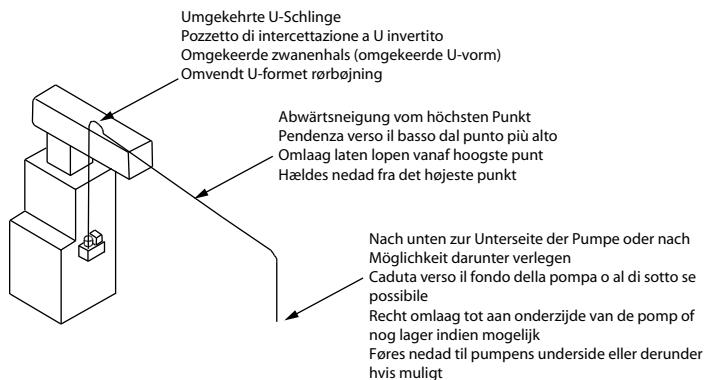

Fig. 6 • Abb. 6 • Afb. 6 (DE/IT/NL/DA)
2. Die Ablassleitung (Abbildung 6) sollte ein flexibler Schlauch sein, der mit einer Schlauchklemme (nicht im Lieferumfang enthalten) oder einem Rohr (max. 1 cm [3/8 Zoll] Innendurchmesser, um übermäßigen Rückfluss in das Gerät zu vermeiden) stabilisiert wird. Verlegen Sie die Ablassleitung von der Pumpe gerade und so hoch wie nötig nach oben (jedoch nicht oberhalb des Kopfes/GPH der Pumpe). Lassen Sie die Ablassleitung von diesem hohen Punkt leicht auf einen Punkt oberhalb des Auslasses abfallen, verlegen Sie sie dann nach unten und zu einem Punkt, der ungefähr auf gleicher Höhe wie die Unterseite der Pumpe oder darunter liegt. Dies erzeugt einen absaugenden Effekt, was die Pumpenleistung verbessert und in den meisten Fällen ein Rückflusseventil überflüssig macht. Falls die Ablassleitung nicht nach unten hin verlegt werden kann, binden Sie direkt oberhalb der Pumpe am höchsten Punkt eine umgekehrte U-förmige Schlinge ein.